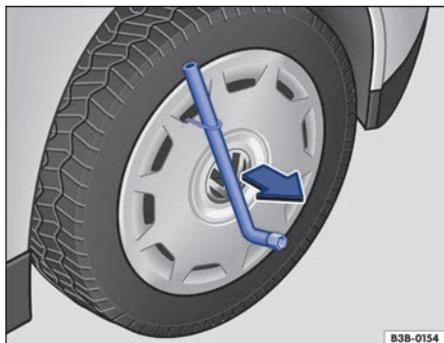

Fig. 209 Extraer el tapacubos integral que va encajado.
- Introduzca la llave de rueda por el gancho de alambre → fig. 209 y tire del tapacubos en el sentido de la flecha.